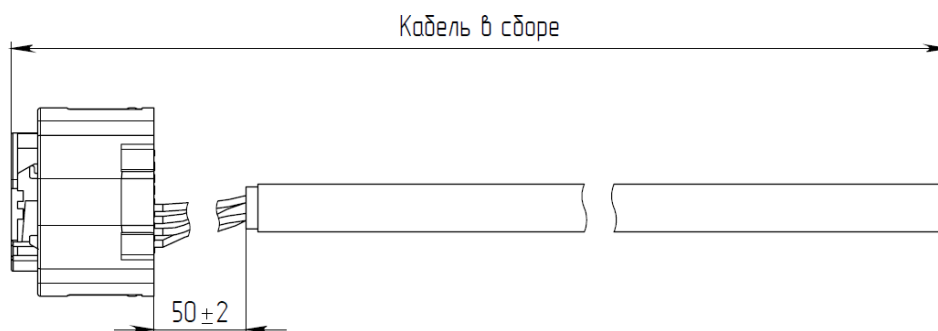

Рисунок 2.10 – Схема зачистки внешней изоляции
2.6.4 Зачистку внешней изоляции кабеля производить на длину  $(50 \pm 2)$  мм, рисунок 2.10.